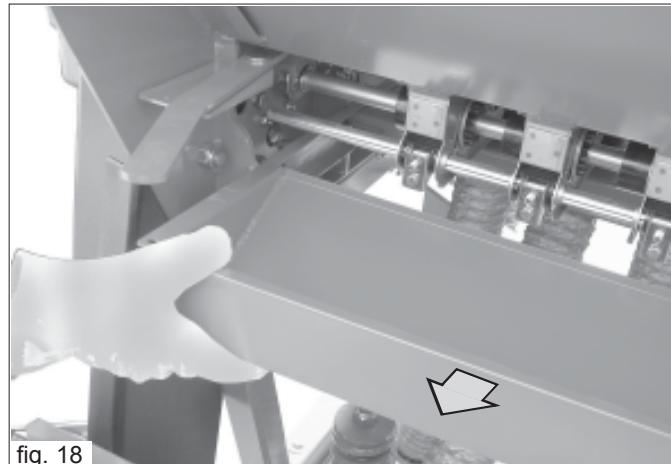

fig. 18
- 2) Sganciare le vasche raccogli semi (Fig. 18) e posizionarle sotto le bocchette uscita semi.
- 3) Sganciare le vasche di raccolta (Fig. 18) e posizionarle sotto le bocchette uscita.
- Sganciare le vasche raccogli semi (Fig. 18) e posizionarle sotto le bocche di uscita semi.